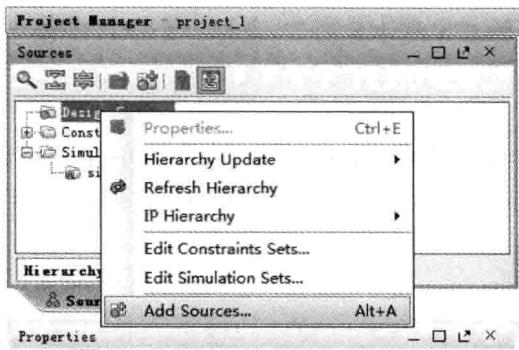

图 5.81 添加新文件入口界面
(6) 出现 New Project-Project Type(新工程-工程类型)对话框界面,不修改任何参数。
(7) 单击 Next 按钮。
(8) 出现 New Project-Default Part(新工程-默认器件)对话框界面。在该界面中选择 xc7a100tcsg324-1 器件。
(9) 单击 Next 按钮。
(10) 出现 New Project-New Project Summary(新工程-新工程总结)对话框界面,单击 Finish 按钮。
(11) 如图 5.81 所示,在 Project Manager 界面内的 Sources 窗口下,找到 Design Sources 并单击右键,出现浮动菜单。在浮动菜单内,选择 Add Sources…选项。
(12) 出现 Add Sources(添加源文件)对话框界面,在该界面中,选择 Add or Create Design Sources(添加或者创建设计源文件)选项。
(13) 单击 Next 按钮。
(14) 出现 Add Sources-Add or Create Design Sources(添加源文件-添加或者创建源文件)对话框界面。在该对话框界面中,按下面步骤操作:
① 单击 Add Files 按钮。
② 出现 Add Source Files(添加源文件)对话框界面。将路径定位到